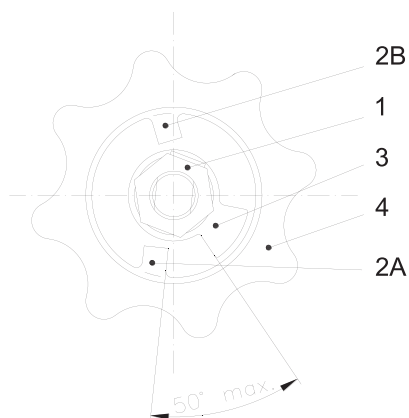

Рисунок 10.
Упор (3) и зуб на ручном колесе (2А или 2В) ограничивают аксиальный люфт в тормозе. Угол между упором и зубом установлен производителем на 50° - см. Рисунок 10. Если угол превышает значение 50° во время использования тормозного устройства, тормоз должен быть отрегулирован заново. Регулировка тормозов производится на подвешенной за верхний крюк рычажной тали. Регулировка должна быть проведена следующим образом: Открутите гайку (1) снимите и поверните упор (3) таким образом, чтобы между одним из зубов (2А или 2В) и упором был установлен требуемый угол. В случае, если это не удастся сделать, демонтируйте ручное колесо (4) и поверните его таким образом, чтобы после установки упора (3) был требуемый угол с одним из зубов (2А или 2В). Проверьте работу тормоза при помощи подходящего груза.